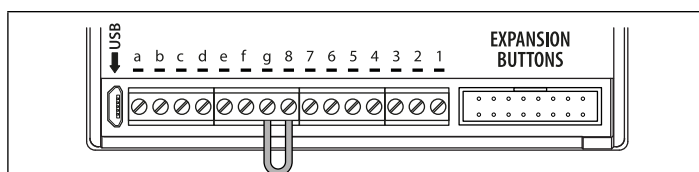

Fig. 59
2. Ponter les bornes **g** & **8** à l'arrière du module GSM, comme indiqué dans **Fig. 59**.